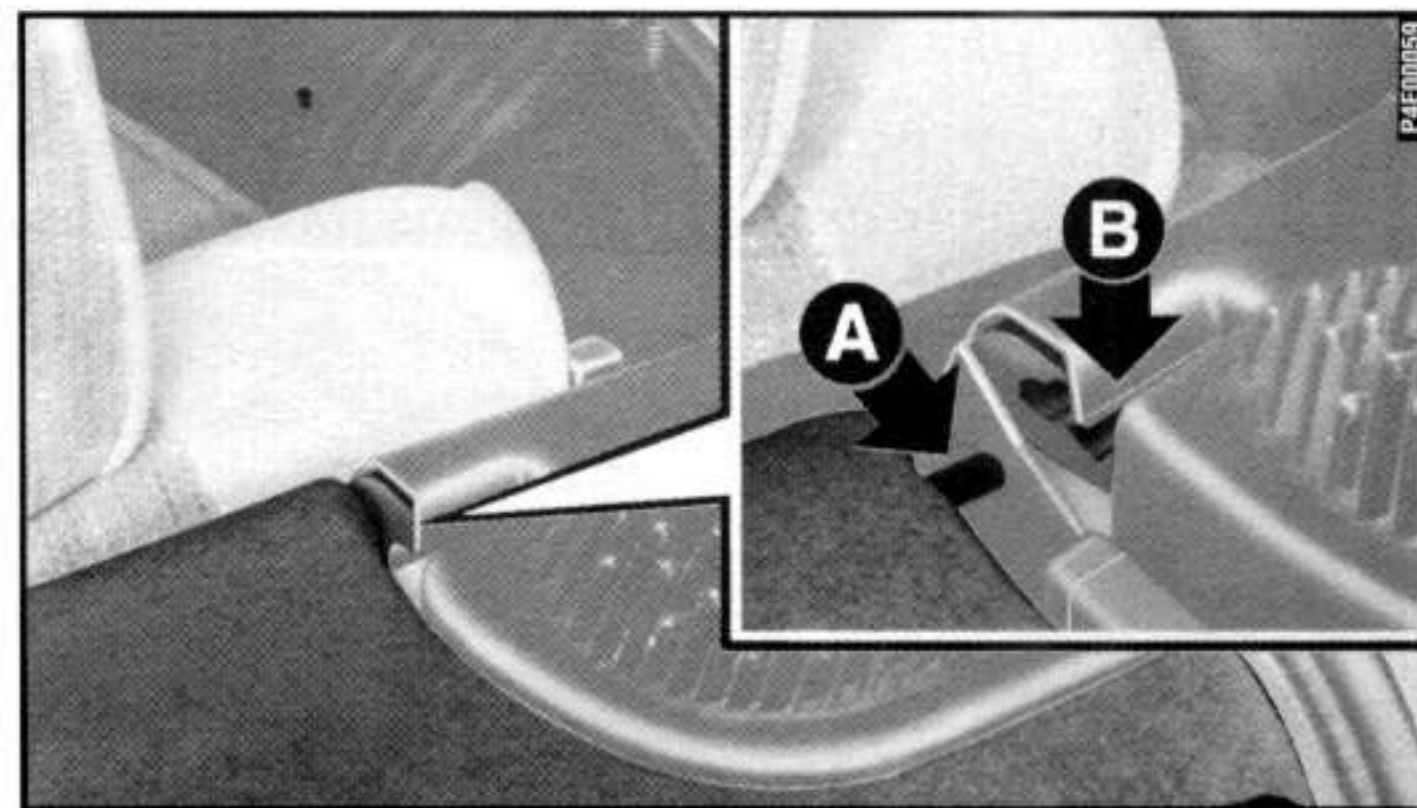

fig. 71
2) tirar os pinos **A**-fig. 71 do bagagito das respectivas sedes **B** e removê-lo.